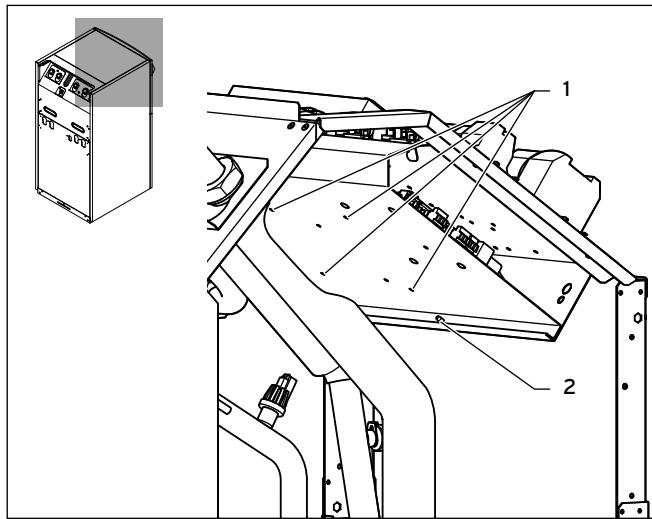

Abb. 4.4 Montage Befestigungsstege geoTHERM VWS/VWW/
- Schließen Sie die weiße Eingangsleitung (7) an die drei rechten Anschlussklemmen (11) an.
- Schließen Sie die schwarze Ausgangsleitung (6) an die drei linken Anschlussklemmen (12) an.
- Stecken Sie den dreifach belegten Stecker des Phasenüberwachungskabels ASB (2) in die Buchse Überwachung Phasenfolge Kompressor.
- Verbinden Sie den Stecker des Phasenüberwachungskabels Kompressor (9) mit dem zweifach belegten Stecker des Phasenüberwachungskabels ASB (8).
- Montieren Sie den Leitungshalter (10) an geeigneter Stelle auf der unteren Schaltkastenebene, um die Phasenüberwachungskabel zu sichern.
- Klappen Sie die untere Schaltkastenebene wieder hoch und drehen Sie die Schraube (**→ Abb. 4.4, Pos. 2**) wieder ein.